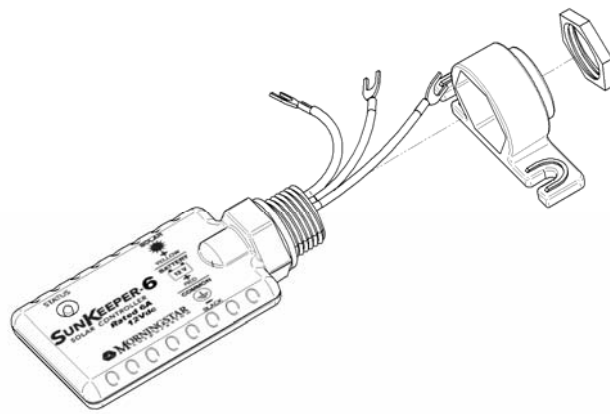

Figure 3. Montage du pied de fixation
2. Assembler le SunKeeper, le pied de fixation et l'écrou comme indiqué sur la Figure 3.
5. Placer le SunKeeper sur la surface et aligner les deux (2) encoches de fixation du pied avec les avant-trous. Utiliser des vis à tête bombée n°10 (M5) (non fournies) pour attacher le SunKeeper à la surface.